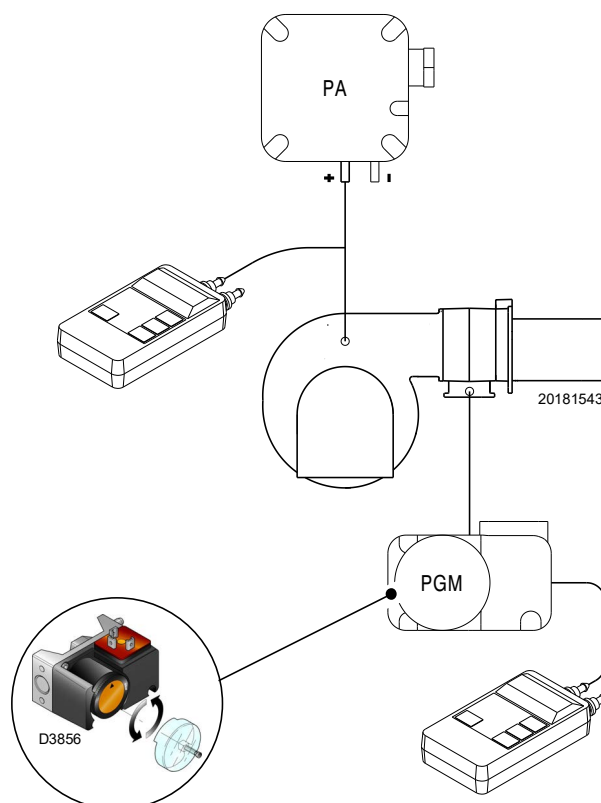

Fig. 30
- Regular o pressostato gás de pressão máxima (Fig. 30 em pág. 35) no final da escala.
Efetuar a regulação do pressostato de gás de máxima (Fig. 30) depois de haver feito todas as outras regulações do queimador, com o pressostato gás de máxima regulado no fim da escala.